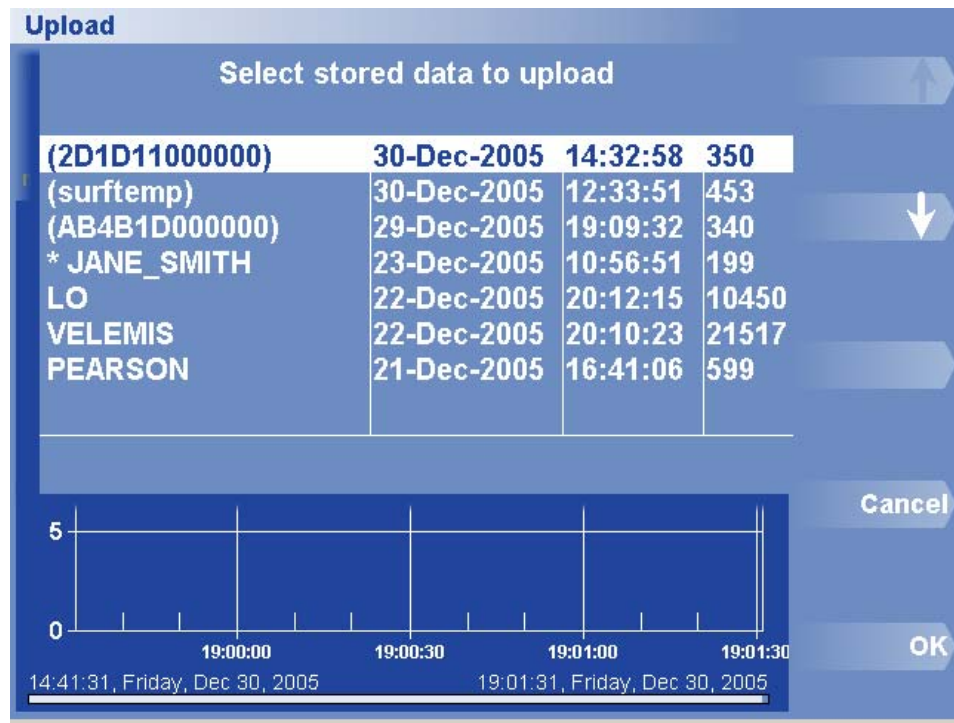

Figura 19. Carregar Dados Armazenados
5. Seleccione Start Upload (Iniciar Carregamento). Aparece a lista Dados Armazenados (Figura 19).